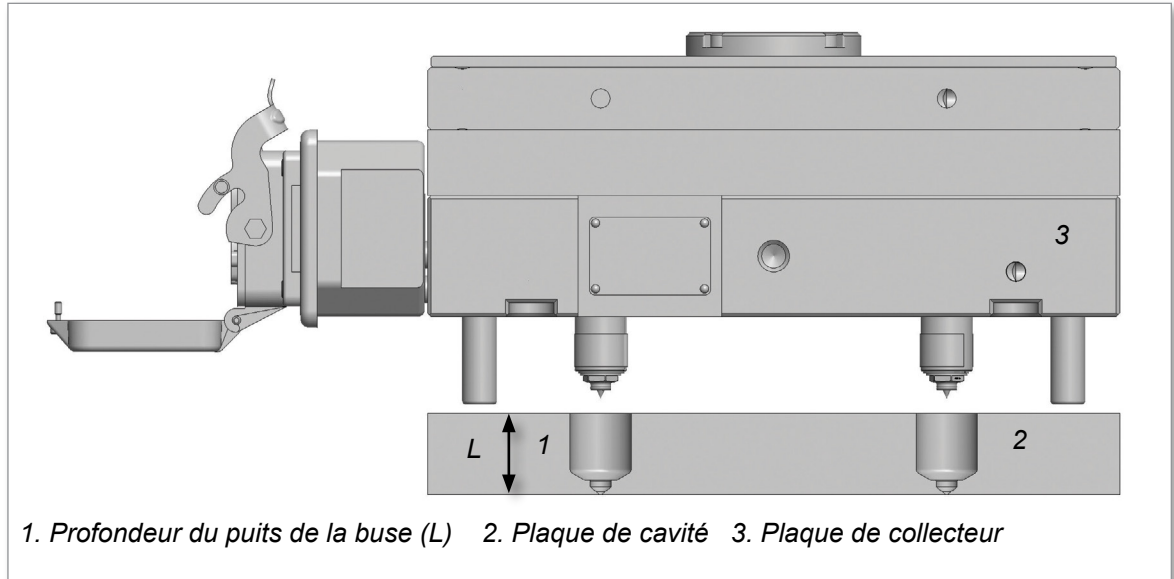

Figure 7-1 Profondeur de la buse
Vérifiez que la profondeur du puits de la buse (L) dans la plaque de cavité est conforme aux spécifications de *Mold-Masters*. Reportez-vous à la Figure 7-1.